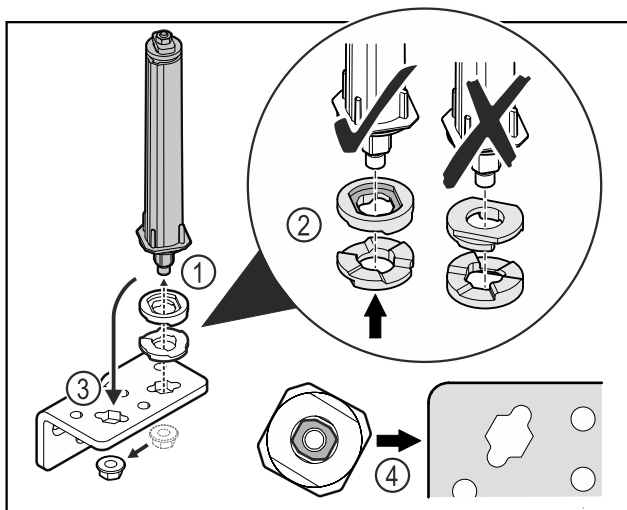

Fig. 16
- Svitare il dado e rimuovere il sistema di chiusura della porta Fig. 16 (1).
- Assicurarsi che le rondelle per la regolazione dell'altezza siano rivolte nel verso giusto Fig. 16 (2).
- Spostare il sistema di chiusura della porta nella cerniera angolare e fissarlo con il dado Fig. 16 (3).
- Durante l'inserimento del sistema di chiusura della porta assicurarsi che sia rivolto nel verso giusto Fig. 16 (4).